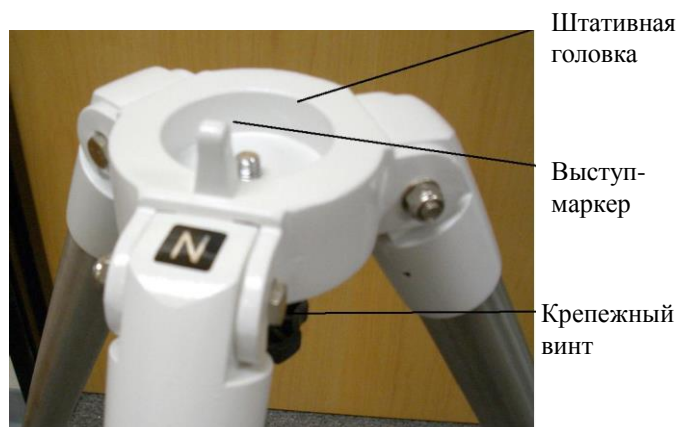

Рис. 2-5
5. Затяните крепежный винт (снизу штативной головки, рис. 2-5) для прочного соединения монтировки со штативом.